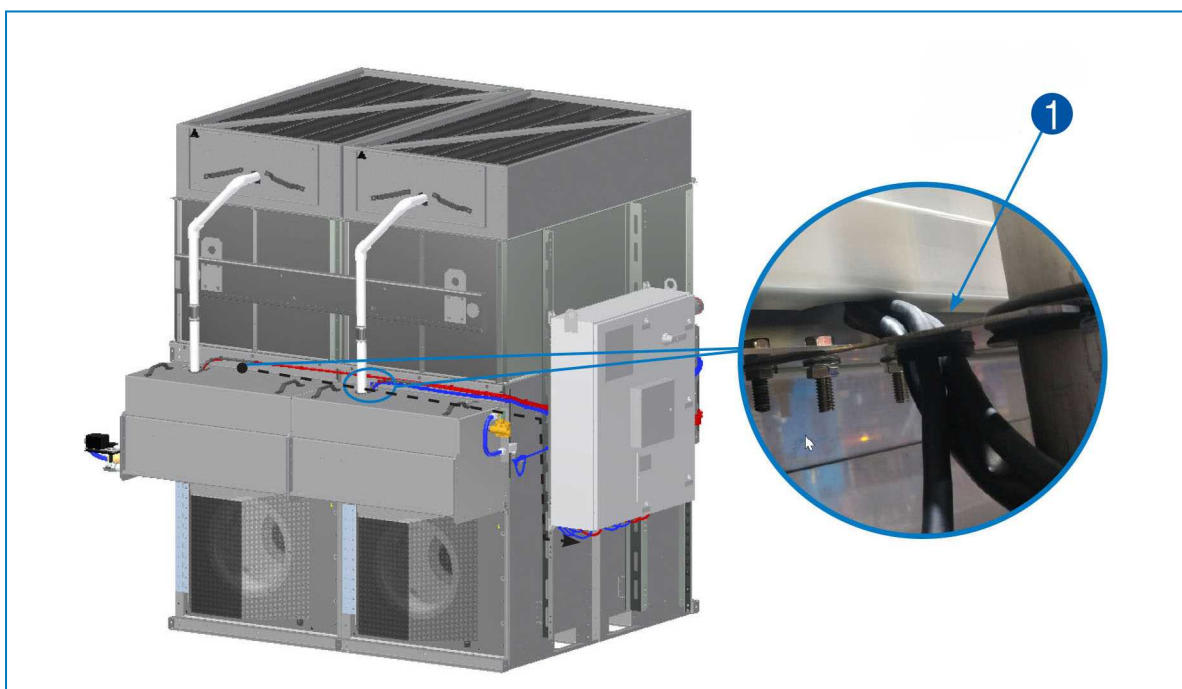

Рис. 18. Подключение насоса к панели системы управления iPilot® — 1. Провод насоса, проходящий через втулку.
8. Проложите провод насоса через втулку в верхней части бассейна воды для орошения. Проведите провод к стороне панели управления. Пропустите провод насоса через верхнее овальное отверстие с подточенной кромкой в крепежном пазу панели управления. Пропустите каждый провод через отдельный кабельный ввод в нижней части панели управления, затем подключите каждый провод к соответствующей клеммной коробке. Соблюдайте схему подключения, приведенную на внутренней стороне панели управления. См. рисунок 18.